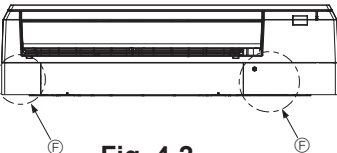

Fig. 4-2
4.2. Выбор расположения труб хладагента и дренажных труб (Fig. 4-2)
- (A) Труба газового контура * При установке с аксессуарами.
- (B) Труба жидкостного контура
- (C) Дренажная трубка (эффективная длина: 500)
- (D) Заглушка отверстия для левой трубки
- (E) Заглушка отверстия для правой трубки
- (F) Заглушка отверстия для нижней трубки
- (G) Монтажная плита ①